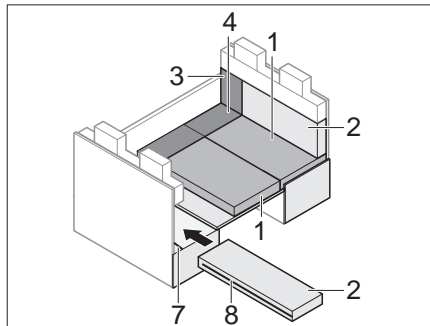

Bild 155 Während des Umbaus
- Reißverschluss (Bild 155,8) am Rückenpolster öffnen.
- Schlitz im Rückenpolster über ISOFIX-Traverse (Bild 155,7) stecken.